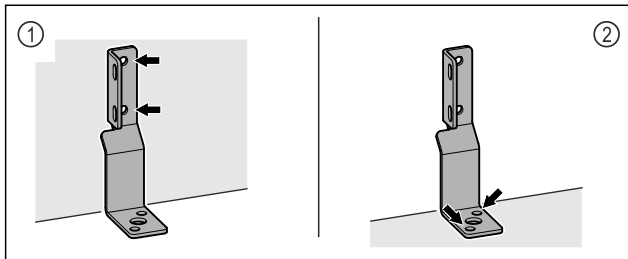

Fig. 8
- Fissare l'angolare alla parete Fig. 8 (1) o al pavimento Fig. 8 (2).